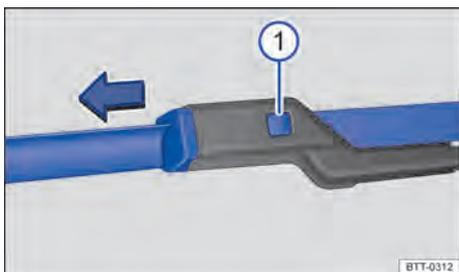

Fig. 181 Substituir as palhetas dos limpadores do para-brisa.
- Manter o botão de destravamento → Fig. 181 ❶ pressionado e, ao mesmo tempo, retirar a palheta do limpador do para-brisa no sentido da seta.